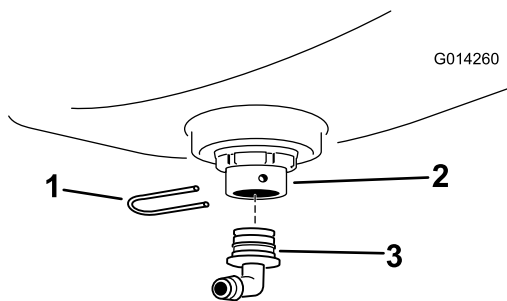

Figura 5
4. Instale un acoplamiento de 90° en el pasamuros y sujete el acoplamiento de 90° con una horquilla de retención (Figura 5).